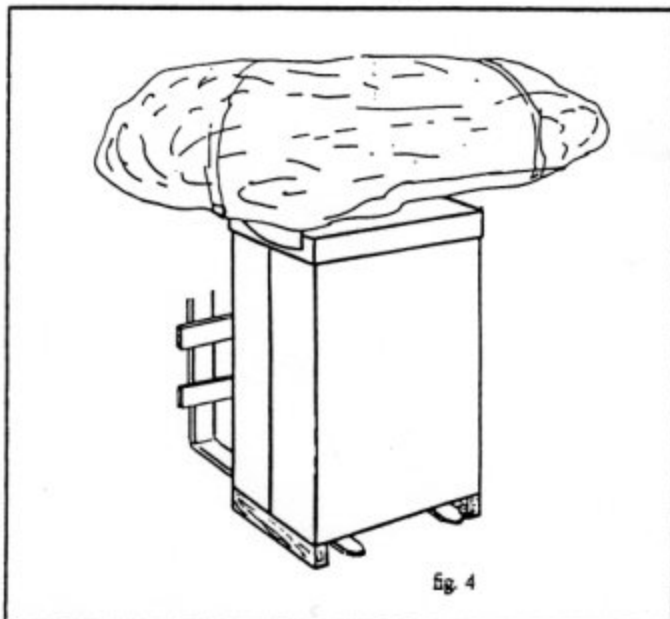

fig. 4
- introduisant les fourches d'un chariot élévateur sous l'embase (fig. 4);